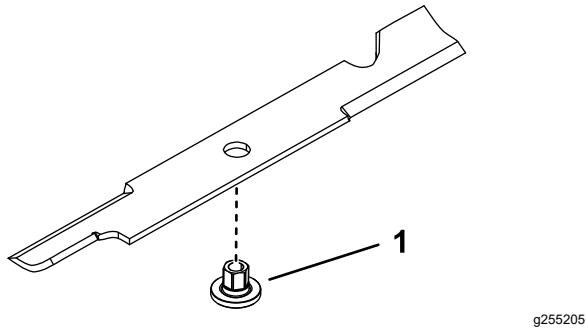

Bild 78
1. Montieren Sie eine Buchse durch das Messer, wobei der Bund der Buchse auf der unteren (Gras-)Seite des Messers liegen muss (Bild 78).